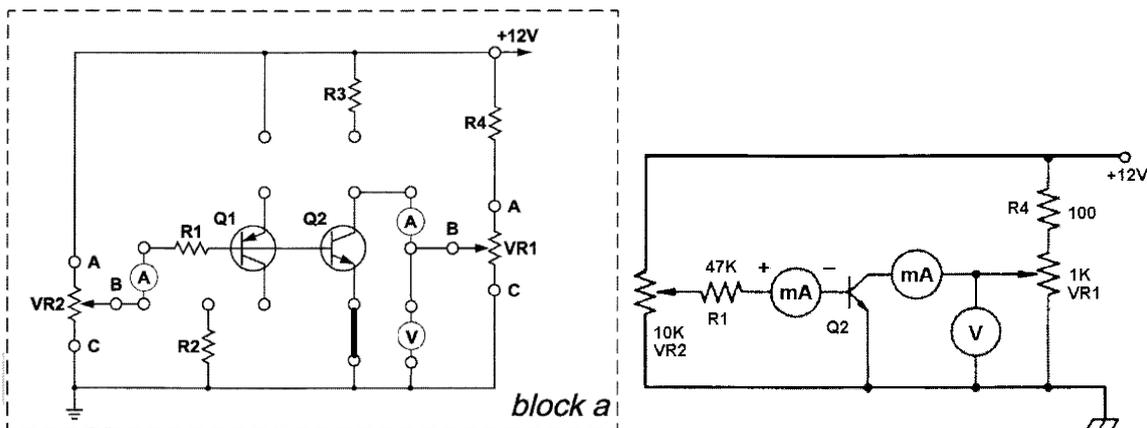

Fig 2 : Montage pour le traçage de la caractéristique de sortie
- Insérez le clip de raccordement selon la Fig2 (23002-block a)